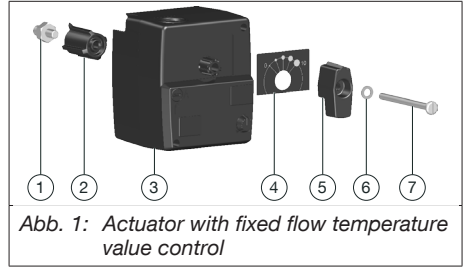
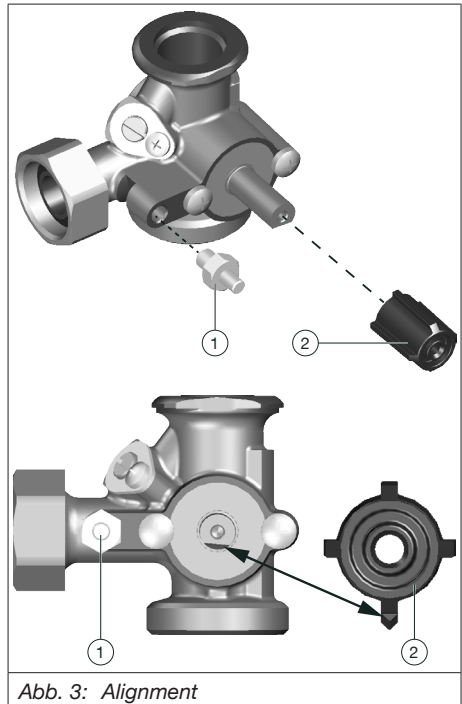
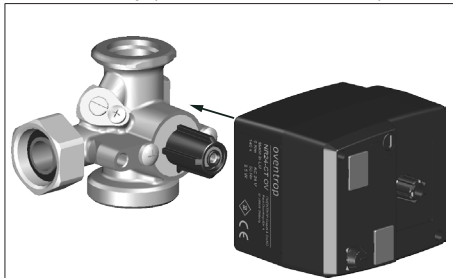

Abb. 1: Actuator with fixed flow temperature value control
Abb. 3: Alignment
Abb. 4: Fitting of the actuator
The flat surface of the spindle has to point downwards and has to be aligned horizontally (see Abb. 3 auf Seite 21).
2. Fit the enclosed adapter (position 2 in Abb. 1 auf Seite 19) to the spindle of the mixing valve.
Make sure that the pointed prong of the adapter points downwards (see Abb. 3 auf Seite 21).
3. Firmly screw the locking device (position 1 in Abb. 1 auf Seite 19) to the mixing valve body (see Abb. 3 auf Seite 21).
4. Fit the actuator (position 3 in Abb. 1 auf Seite 19) to the adapter (see Abb. 4 auf Seite 22).